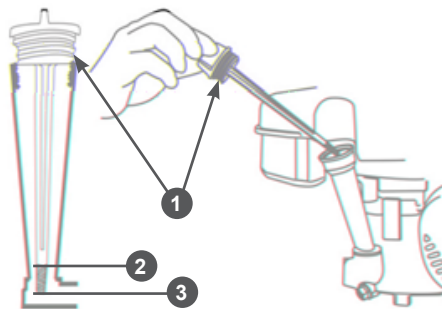

Рис. 13 Крышка-щуп маслозаливной горловины
2. Открутите крышку-щуп 1 маслозаливной горловины и извлеките щуп (Рис. 13).
4. Установите крышку-щуп в отверстие горловины, не закручивая (Рис. 13).
2. Открутите крышку-щуп маслозаливной горловины и извлеките щуп (Рис. 13).
3. Протрите щуп насухо и вставьте в отверстие горловины, не закручивая (Рис. 13).